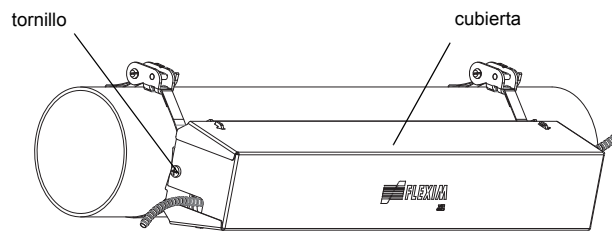

Fig. 9.47: Variofix C con transductores en el tubo
- Colocar la cubierta sobre el raíl (véase Fig. 9.47).